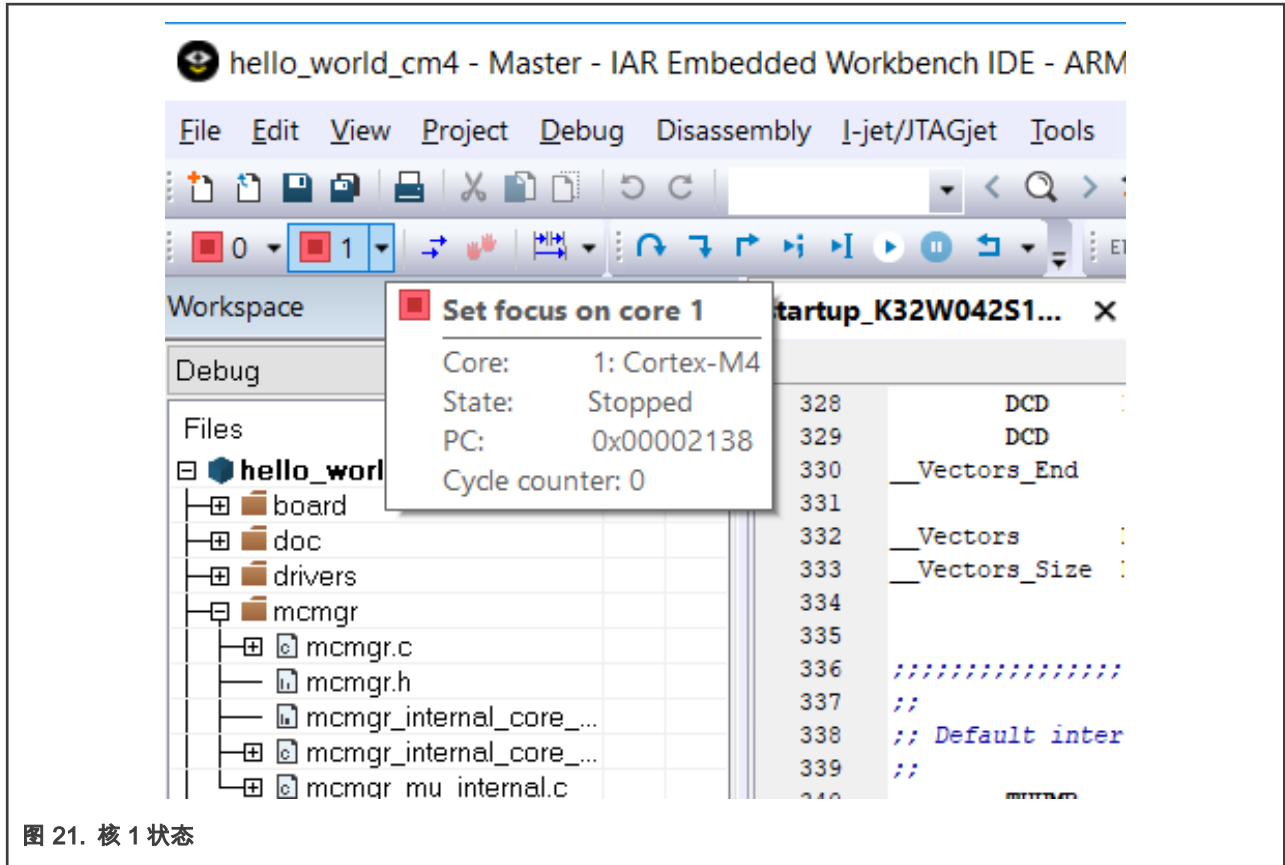

图 21. 核 1 状态
4. 如果将鼠标悬停在 Core 0 或 Core 1 状态和控件图标上，则会出现一个信息性文本框，其中提供了有关内核 (Core) 的详细信息。图 20 和 图 21 显示了一个示例。